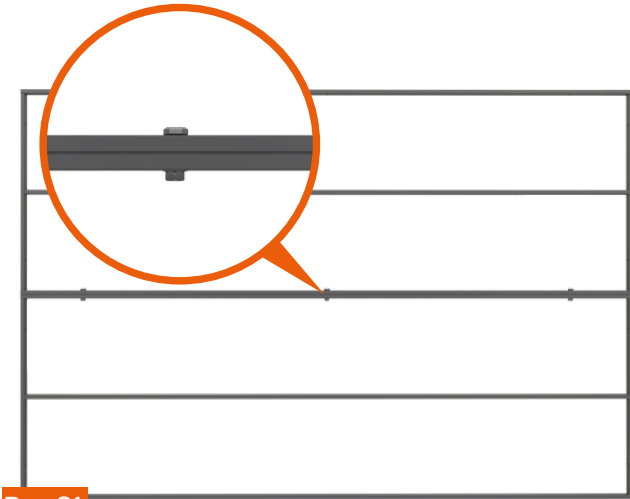

Рис. 21
1. Состыкуйте 2 секции по длинной стороне тремя болтами M10 L=60 мм. Рис. 21.